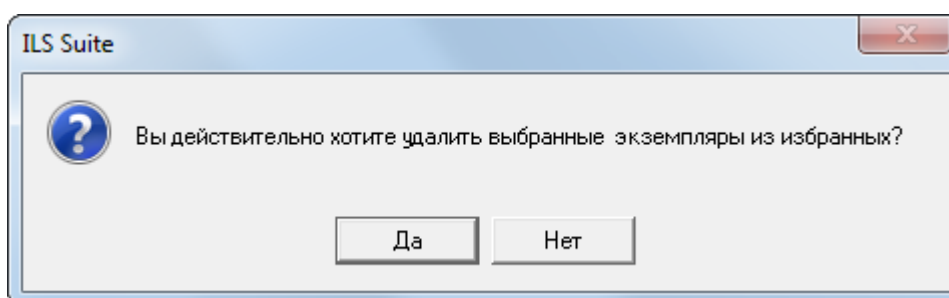

Рис. 20-47 – Окно подтверждения
4) В открывшемся диалоговом окне нажать кнопку «Да» для подтверждения действия (рис. 20-47).